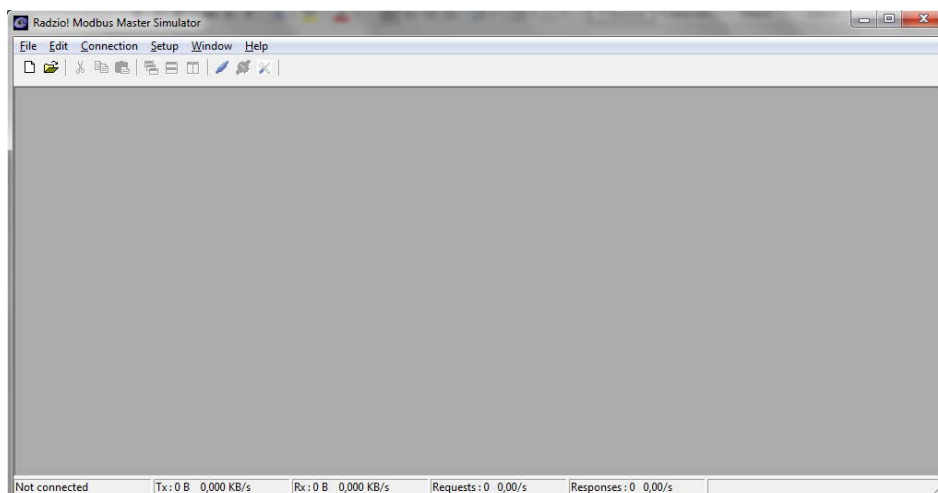

Рис. 4: Radzio! Главный экран
6. Запустите загруженную программу Radzio!, рис. 4